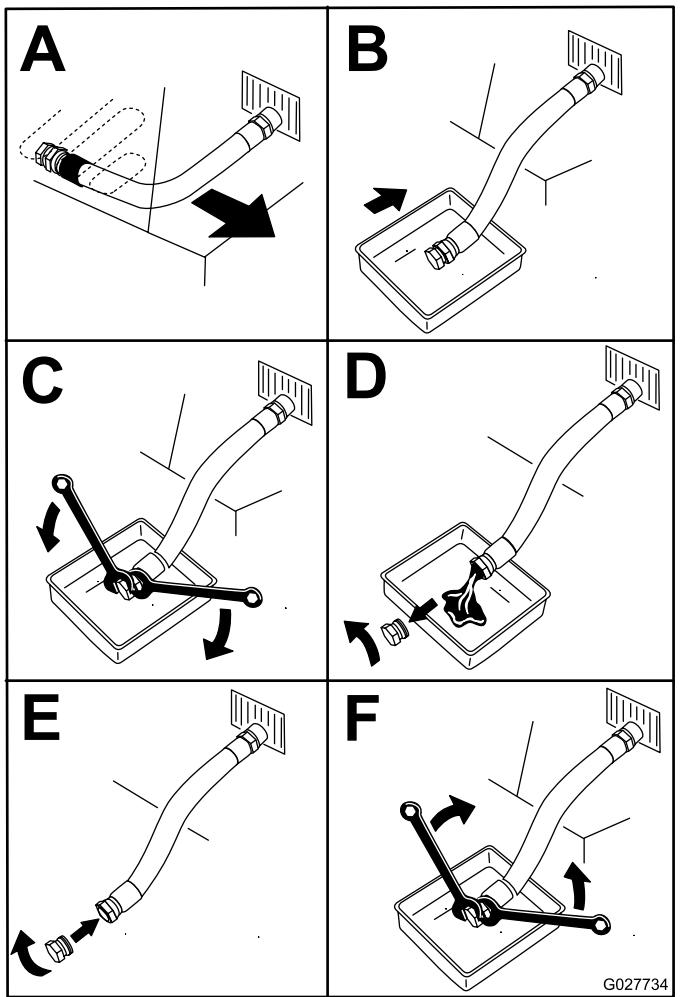

Figura 67
5. Purge o óleo do motor (Figura 67).